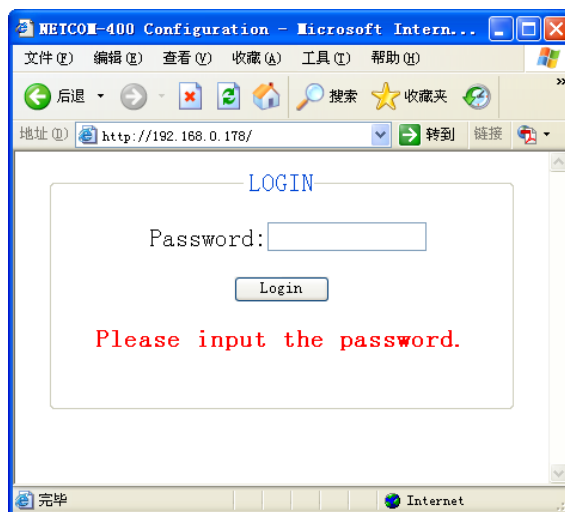
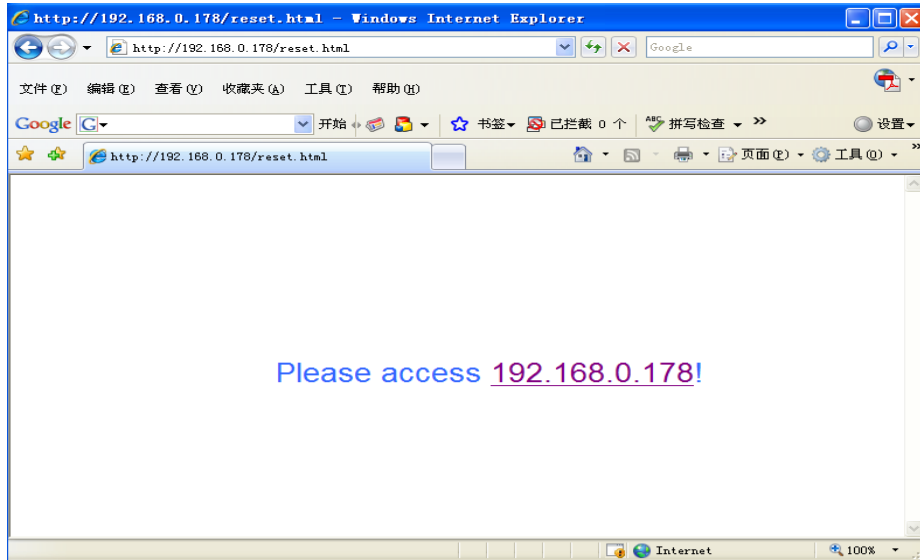

图 7.2 Web 配置登录界面
图 7.7 重启设备
打开 IE 浏览器，在地址栏输入 ZNE-300T 模块 IP 地址①，出现如图 7.2 所示的登录界面。
点击 **reset device** 重新重启设备，并出现如图 7.7 所示的页面。点击网页中带下划线的 IP 地址即可打开如图 7.2 所示的登录界面。